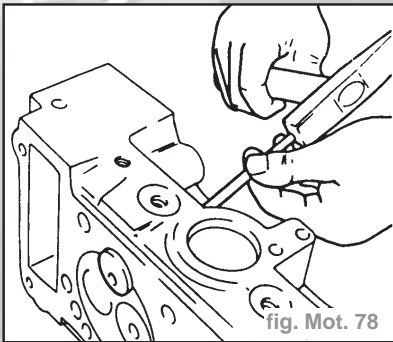

fig. Mot. 78
- Si les chambres de turbulence coïncident, les chasser à l'aide d'un mandrin en métal doux de 6,5 mm de diamètre max. (fig. Mot. 78).